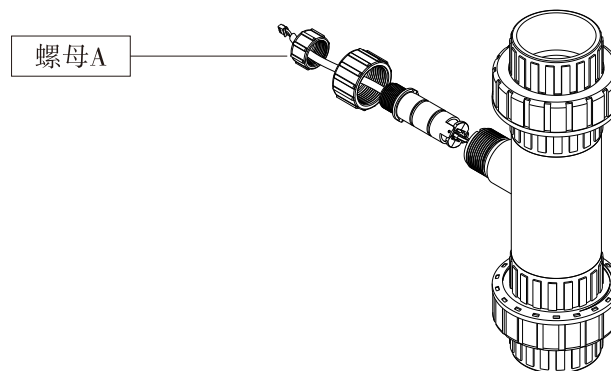

图1-4
- B、当流量计出现停止计量时，且确定被测液体仍然在流动时，可以在线检查流量探头的工作方式。将探头上盖螺母A拧下，观察探头背部发光二极管的工作状况，如果二极管出现常亮或常灭的现象，说明管道内叶轮已停止转动，此时需要停止管道工作，将管道内压力全部泄掉，然后拆下探头，检查叶轮周围是否有异物影响叶轮转动。清洗后如果手动转动工作正常，且背部二极管正常工作，确认安装正确后可以继续使用（如图1-4）。